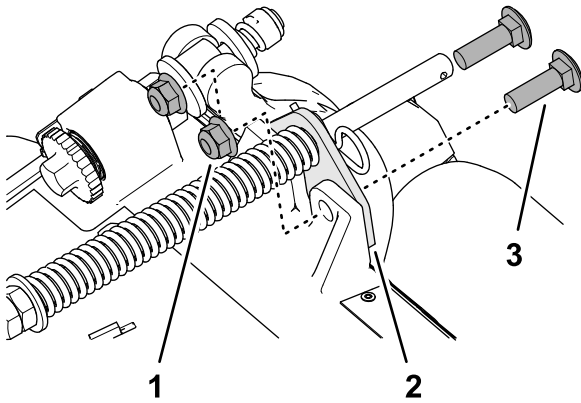

Figure 14
2. Retirez les 2 contre-écrous à embase ($\frac{3}{8}$ po) et 2 boulons de carrosserie ($\frac{3}{8}$ x $1\frac{1}{4}$ po) qui fixent le support de compensateur au cadre de l'unité de coupe (Figure 14).